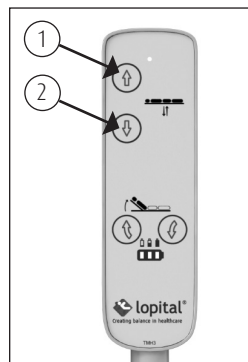
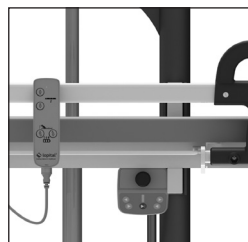

Figure 3 Commande manuelle.
Figure 4 Fonctionnement du boîtier de commande.
- La barrière latérale peut être placée dans 2 positions, large et étroite. Lors du repli de la barrière latérale, celle-ci est d'abord verrouillée en position large (*Voir figure 3*). En tirant sur le levier de verrouillage (*Voir figure 4*), vous pouvez reculer davantage la barrière latérale jusqu'à sa position étroite.
- La Vienna deluxe est relevé en appuyant sur le bouton flèche vers le haut. La Vienna deluxe se déplace alors vers le haut en douceur (1) (*Voir figure 3*).
- La Vienna deluxe est abaissée en appuyant sur le bouton de commande avec la flèche vers le bas. La table d'habillage s'abaissera alors uniformément (2) (Voir figure 3).
Si la commande manuelle est perdue ou en panne, la hauteur de la Vienna deluxe peut être réglée à l'aide des boutons du boîtier de commande (Voir figure 4).